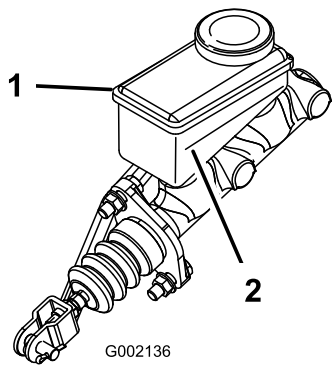

Figura 35
3. Mire el lateral del depósito. El nivel debe estar por encima de la línea Mínimo (Figura 35). Si el nivel de líquido es bajo, limpie la zona alrededor del tapón, retire el tapón y llene el depósito hasta que el nivel esté por encima de la línea Mínimo. No llene demasiado.